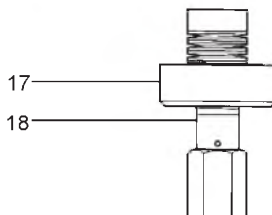

Рис. 13
1. Снимите гайки крепления стоек (3) и гайку (4). Используя маховик, полностью втяните вал привода.
2. Опустите гайку (5) приблизительно на два диаметра вала.
3. Установите нижнюю пластину, предотвращающую вращение (6) на вал клапана.
4. Накрутите гайку (4) на вал клапана до контрящей гайки или пока она не остановится (что раньше).
6. Установите и затяните гайки (3).
7. Используя маховик, опускайте вал привода до тех пор пока не останется видно 2мм дисковой пружины (7).
9. Накрутите стопор (2) на вал привода рукой, а затем законтрите винтом в нижней части. Законтрите гайку (5). Важно, чтобы после затяжки стопора (2) диск клапана был прижат к седлу и нижняя кольцевая риска находилась на 1мм ниже стопора (См.рис.13).